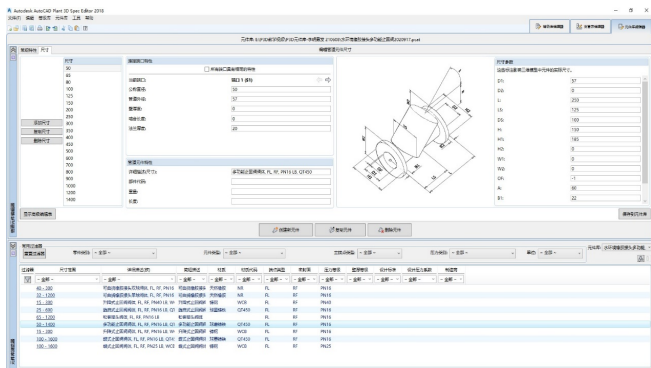

图2 给排水管道等级库元件库创建
(1) 给排水管道元件库、等级库、参数化设备共享。通过AutoCAD Plant 3D Spec Editor创建给排水管道、管件、阀门等元件库, 如图2所示, 从元件库添加零件以制作等级库, 将等级库实时更新于Project Wise协同平台专业内部共享, 在AutoCAD Plant 3D绘图时可于工具选项版内直接调用。此外, 元件库的协同平台共享, 还可以实现多人多线程的等级库制作, 提高专业建模、绘图速度。利用Inventor制作的参数化设备模型发布在ProjectWise协同平台, 设计人下载后对设备模型赋予参数, 再加载至AutoCAD Plant 3D的项目模型内进行设计工作。